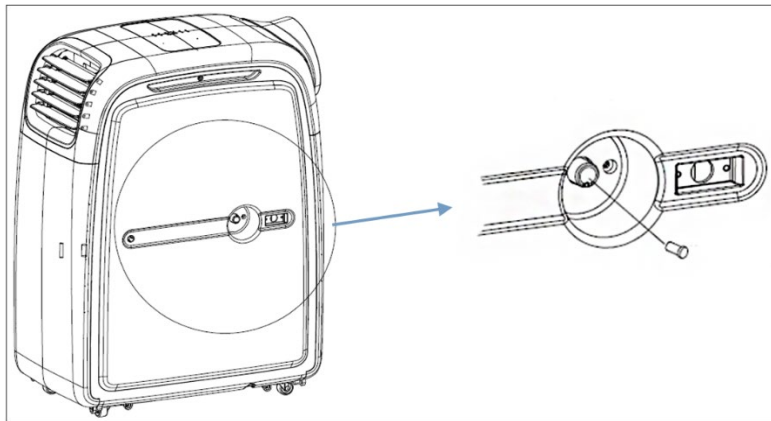

Abb. 3
- Ist der Wassertank voll, werden die Codes „E4“ in den Betriebsmodi Entfeuchten und Kühlen und „E4“ im Betriebsmodus Heizen am LED-Display angezeigt. Der Kompressor hört auf zu laufen. Bitte entfernen Sie den Stöpsel der Drainageöffnung und lassen Sie das Wasser über einen Drainageschlauch ablaufen (siehe Abb. 3). Bitte bringen Sie anschließend wieder den Stöpsel an. Der jeweilige Code verschwindet am LED-Display und das Gerät setzt die Inbetriebnahme fort.